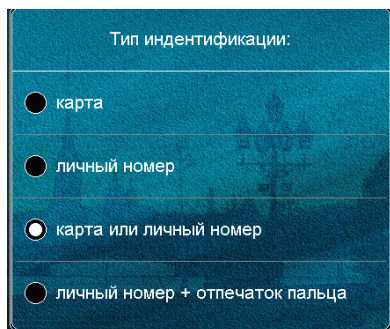

Рис. 33 Меню выбора типа идентификации
- «Тип идентификации» выбирается из списка (см. Рис. 33), который выводится по нажатию на поле «Тип идентификации».